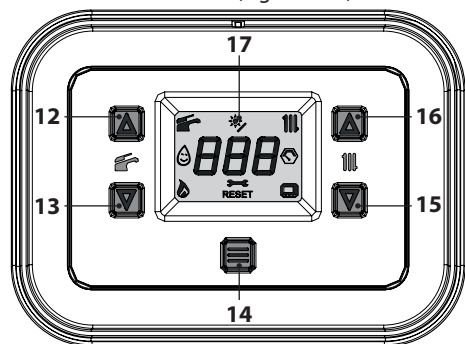
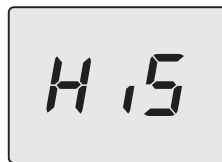
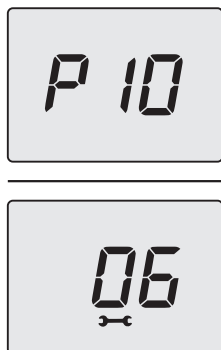
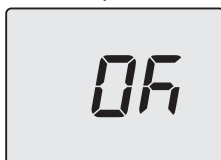

Figura 5.45
Figura 5.46
Figura 5.49
Figura 5.50
- Entrare in "modalità programmazione" premendo contemporaneamente per 5 secondi i tasti 13 e 15 (Figura 5.45) fino a far apparire sul display LCD le lettere **HiS** che indicano il menu "Storico delle caldaia" (Figura 5.46).
- Premere per 1 sec. il tasto 14 (Figura 5.45) per entrare nel parametro selezionato. Il display visualizzerà quanto segue (6=60 secondi) (Figura 5.49).
- Premendo il tasto 14 (Figura 5.45) si ottiene la conferma del valore inserito. Il display visualizzerà per 5 sec. quanto segue (Figura 5.50) poi, si porterà al livello superiore.
- Premendo contemporaneamente i tasti 13 e 15 (Figura 5.45) si esce senza modificare il valore (ritorno al livello precedente).
- tenere premuti contemporaneamente i tasti 13 e 15 per 5 sec. (Figura 5.45) (ritorno al livello precedente).